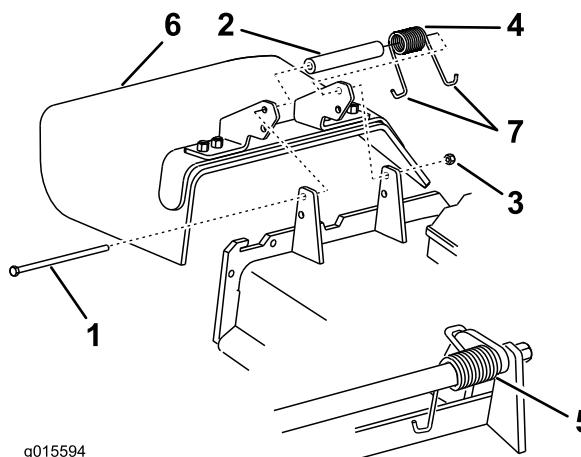

Figura 89
Nota: Verificate che un'estremità a gancio J della molla si trovi dietro il bordo del piatto di taglio prima di montare il bullone, come illustrato nella Figura 89.
6. Infilate l'estremità a gancio J della molla attorno al deflettore dello sfalcio (Figura 89).
1. Togliete il dado di bloccaggio, il bullone, la molla e il distanziale che fissano il deflettore alle staffe orientabili del tosaerba (Figura 89).
2. Togliete il deflettore di sfalcio se è danneggiato o consumato (Figura 89).